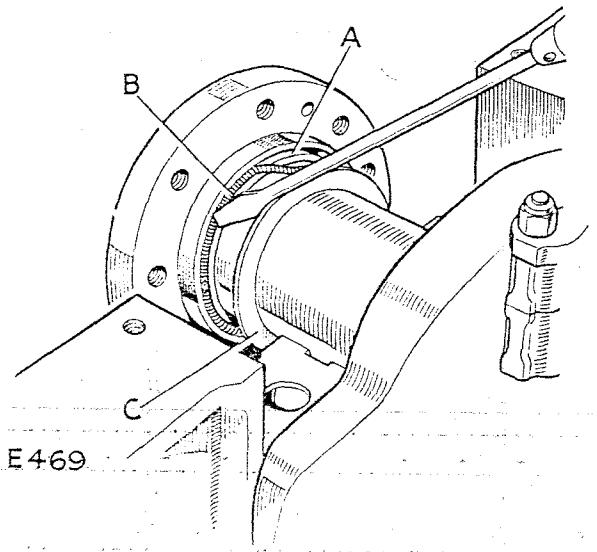

Fig. A-118—Para montar el resorte en el hueco del sellado de aceite.
21. Asegúrese que el gancho y el ojete de los resorte están a medio camino entre la división y la bisagra del sellado de aceite. Entonces, utilizando un pequeño destornillador o herramienta similar, colóquese, con suavidad, el resorte en el hueco del sellado de aceite. Véase Fig. A-118.